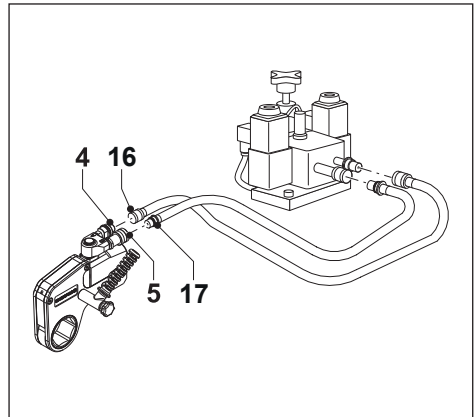

Abb. 8
3.5 Anschließen der Schläuche (Abb. 8)